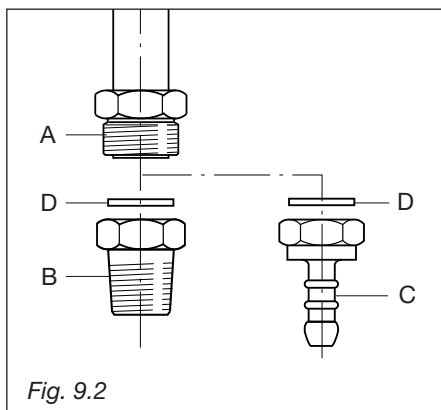

Fig. 9.2
Le groupe raccordement (fig. 9.2) se compose de :
**Avant le branchement enlever le raccord conique B (fig. 9.2) s'il est fixé.**